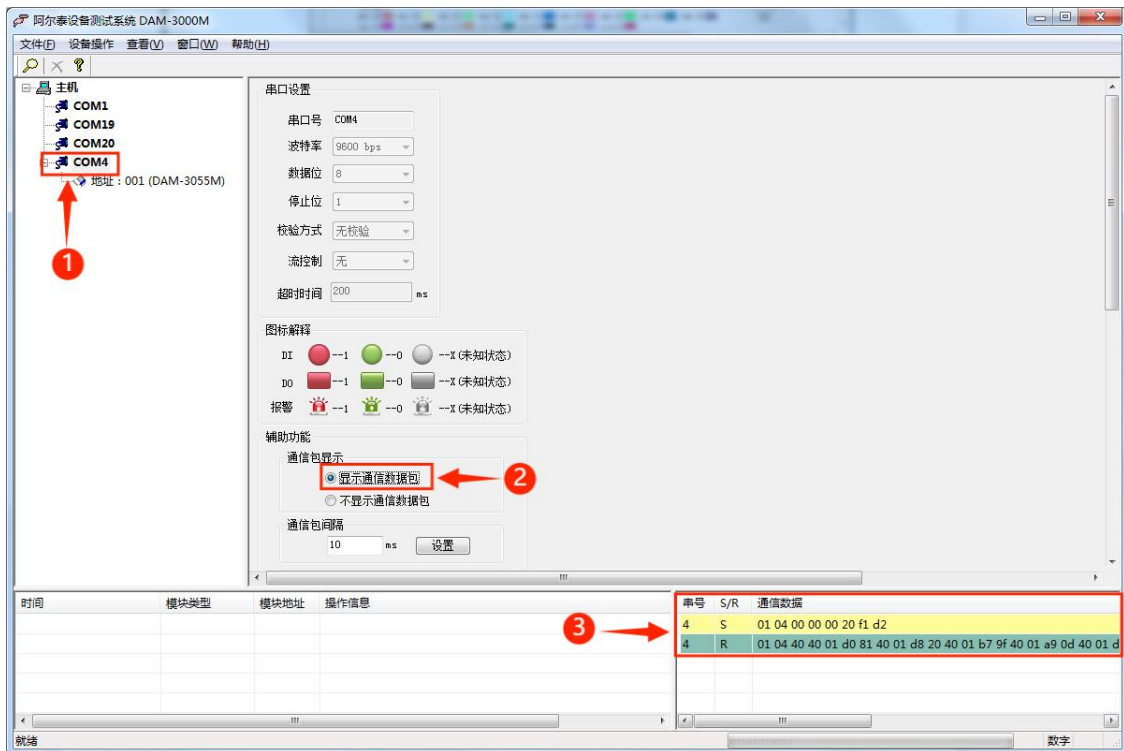

图 17
2) 查看通讯包设置：点击图 17-①进入参数界面，点击图 17-②，后可对进入主界面可对通讯包进行查看，效果如图 17-③。